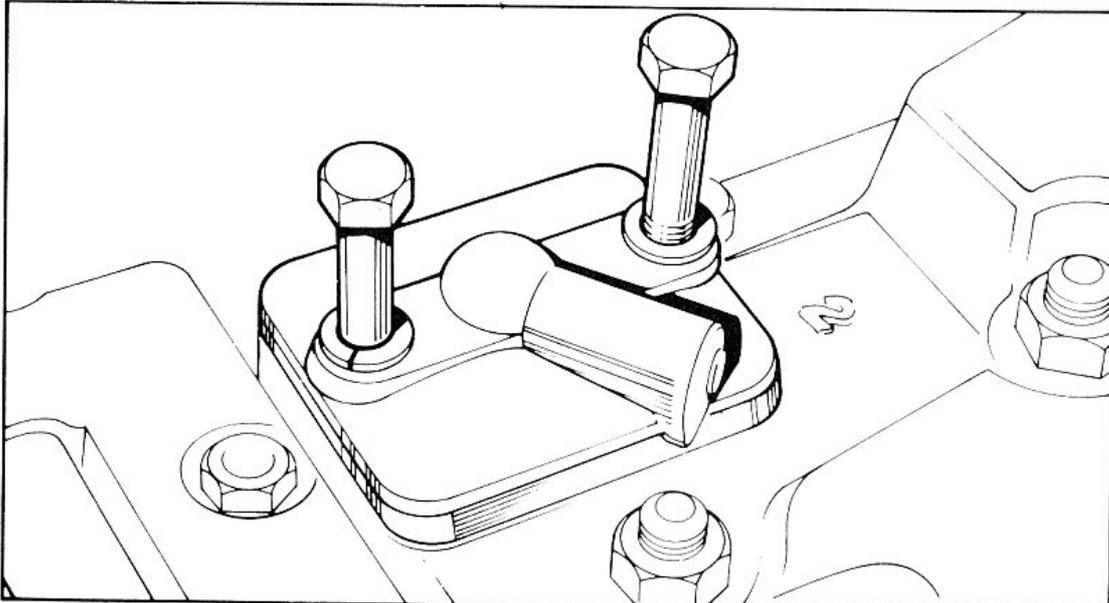

FIG. 3
1. Déposer les deux boulons de fixation du chapeau de transfert à l'avant du couvercle de relevage (Fig. 3).